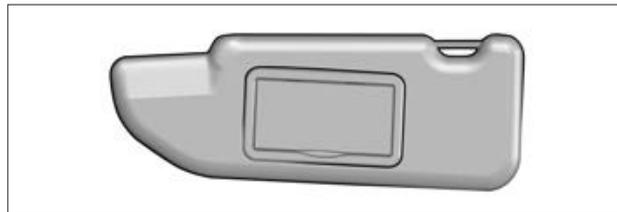

Рис. 4.3.2. Солнцезащитный козырек водителя
*В варианте исполнения* в солнцезащитном козырьке водителя (рис. 4.3.2) расположено индивидуальное зеркало.